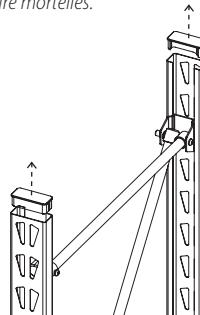

Fig. R.1
AVERTISSEMENT : La couture qui joint les étagères supérieures et inférieures doit être entièrement recouverte soit par deux (2) supports d'empilage, soit par un support d'empilage et une traverse (Fig. R.1, R.2). Le fait de ne pas couvrir complètement la couture avec des supports d'empilage et des traverses entièrement insérés peut provoquer l'effondrement de l'étagère si celle-ci est chargée, ce qui pourrait provoquer des blessures graves, voire mortelles. (Fig. R.3, R.4, R.5, R.6)